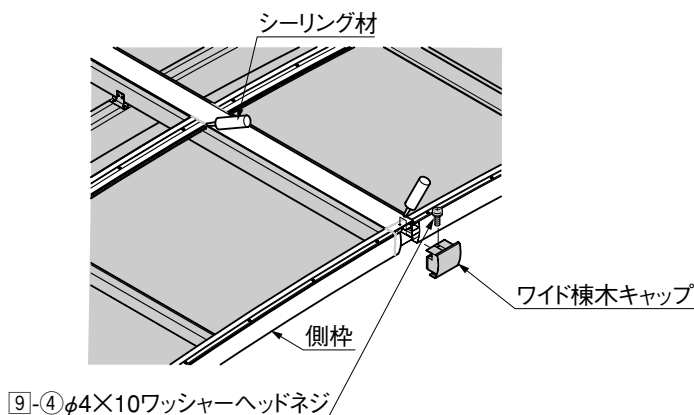

図5-6
- 2 アーチカバーとワイド棟木との間と側杵カバーとワイド棟木の上にシーリング材を充てんしてください。(図5-6参照)
- 指定の箇所にシーリングしてください。(図5-6参照)